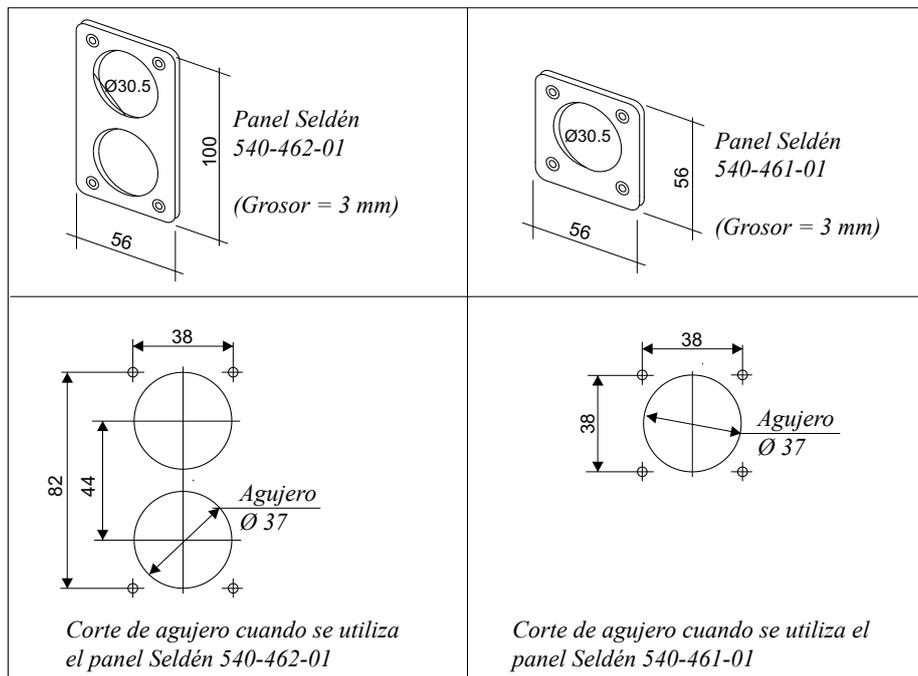

Fig. 4.7.2.b
3. Conecte los pulsadores de control al cable C4. Siga el diagrama eléctrico, apdo. 4.2. Los pulsadores de Seldén son suministrados con los conectores (tamaño 2.8x0.5). Ver fig. 4.7.2.c.